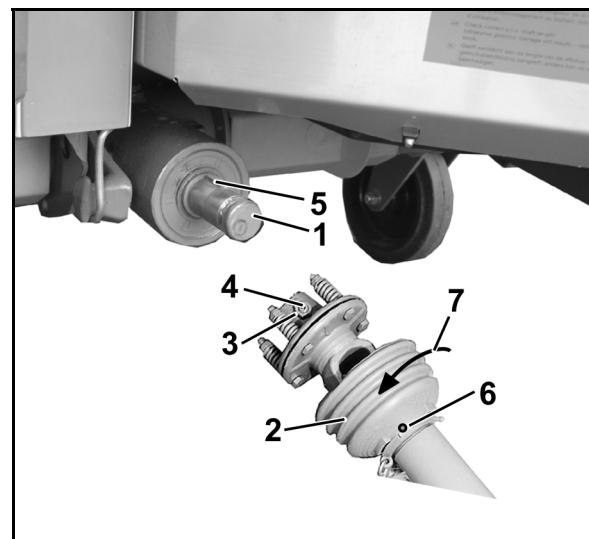

図 37
2. ギアボックス入力軸（図 37/1）を清掃します。
4. ロックねじ（図 37/6）を回して外します。
5. 保護カバー（図 37/2）を取り付け位置（図 37/7）へ回転させます。
7. 摩擦継ぎ手の接続ヨークにあるロックナット（図 37/3）を（グラブねじがロックナットから外側に突出しないようになるまで）緩め、六角穴付きのグラブねじ（図 37/4）を回して緩め、接続ヨークをギアシャフトにかるくかぶせることができるかどうか確認します。
キー（図 37/5）が完全に覆われているか確認してください。
2. 接続ヨークのロックナット(図37/3)を摩擦
継ぎ手から外します。グラブねじ(図37/4)